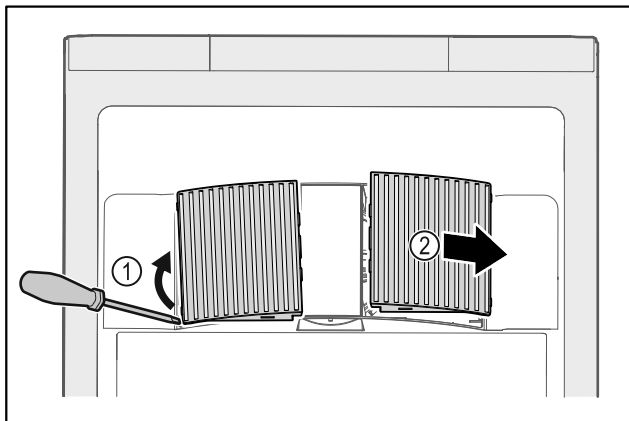

Fig. 144
- ▶ Nxirrni jashtë duke i ngritur lart me kujdes kapakët mbulues të ventilatorit nga anash Fig. 144 (1) dhe hiqni nga përpara Fig. 144 (2).